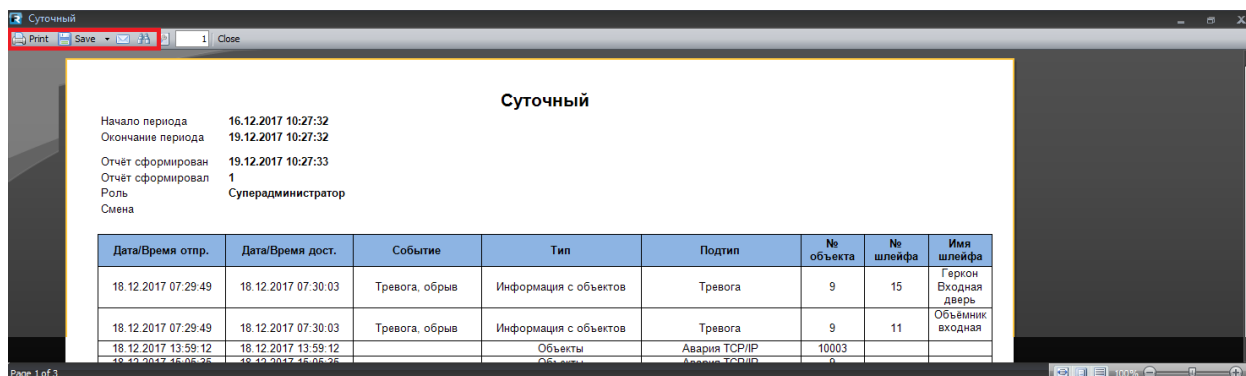

Рисунок 21.3 — Суточный отчет
- 3) Нажмите кнопку *ОК*, чтобы сформировать отчет. Готовый отчет откроется в новом окне (см. рисунок 21.3).